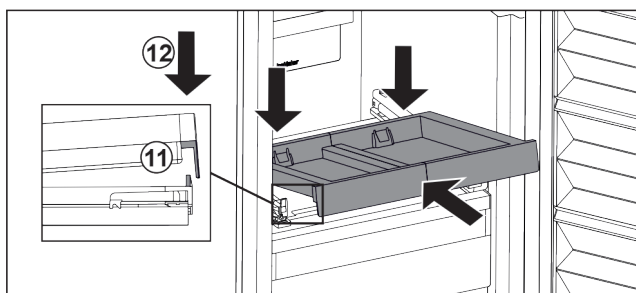

Fig. 22
- ▶ Вставьте, наклоняя вниз. Обратите внимание на то, чтобы на обеих сторонах упор был за накладкой. Fig. 22 (11)
- ▶ Снимите выдвижную панель спереди. Fig. 22 (12)